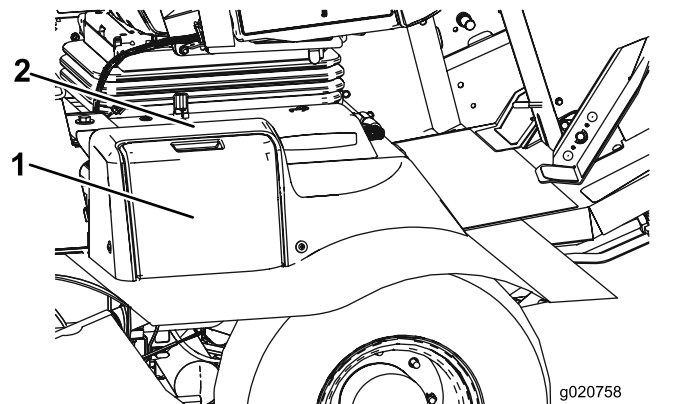

Figura 75
1. Abra la tapa de la batería, situada en el lado de la cubierta (Figura 75).
Nota: Presione hacia abajo sobre la superficie plana situada encima de la tapa de la batería para facilitar la apertura de la tapa (Figura 75).